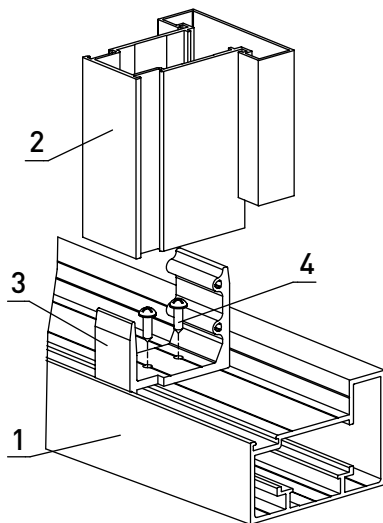

Рис. 67. Установка соединителей под вертикальный разделительный импост (столб)
- установка соединителей под вертикальный разделительный импост (столб) (рис. 67).